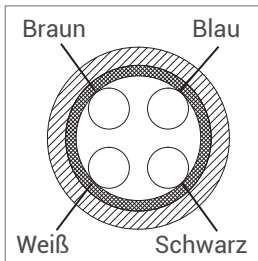

Abbildung 5
- ▶ Verbinden Sie das Datenkabel mit der Steuerung der Zapfsäule. Beachten Sie dabei die Kontaktbelegung (Abbildung 5).